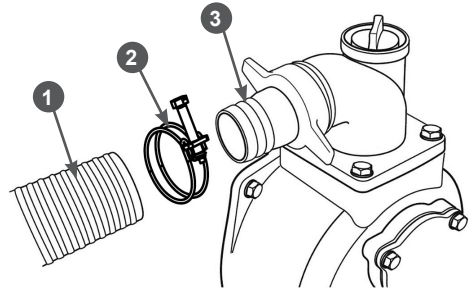

Рис. 15. Установка напорного рукава
6. Наденьте до упора напорный рукав 1 на патрубок 3 и зафиксируйте его хомутом 2 (Рис. 15).